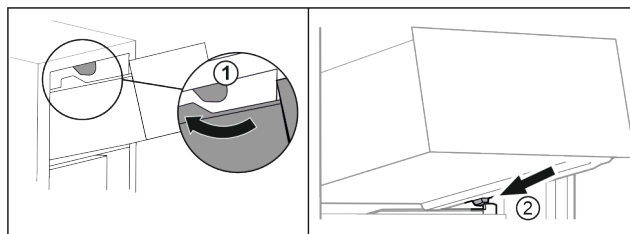

Fig. 98
- ▶ Før skuffen rundt de øvre stopperne. Fig. 98 (1)
- ▶ Sett skuffen på skrå bak de nederste stopperne på beholderribben. Fig. 98 (2)